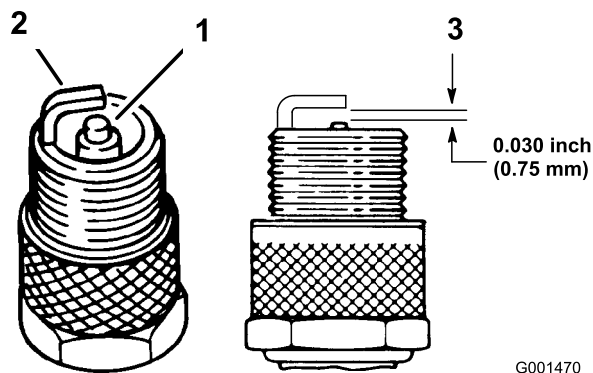

Figura 25
- Controllate la distanza tra gli elettrodi centrale e laterale (Figura 25). Piegate l'elettrodo laterale (Figura 25) se la distanza non è corretta.
- Controllate il centro delle candele (Figura 25). Se l'isolatore è di color marrone chiaro o grigio, il motore funziona correttamente. Una patina nera sull'isolatore significa in genere che il filtro dell'aria è sporco.
3. Collegate i cappellotti alle candele (Figura 25).